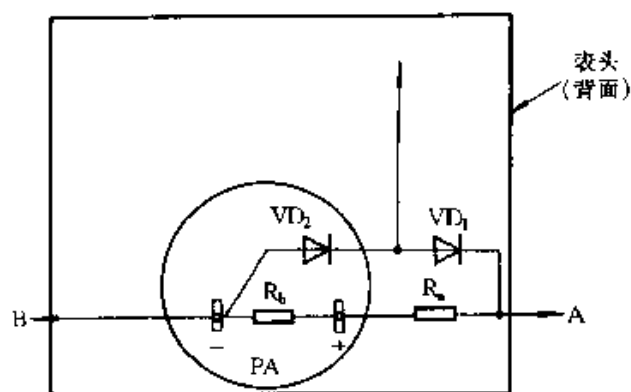

图 4-10
② 如图 4-10 所示,将整定电阻 R_a 、 R_b ,整流器 VD_1 、 VD_2 直接焊在表头 PA 的两个引出脚上。将 R_1 、 R_{18} 直接焊在电位器 RP 的引出脚上。
③ 将其余所有电阻,直接焊接在作为量程转换开关的两个